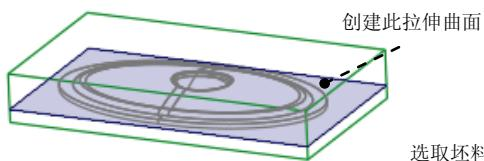
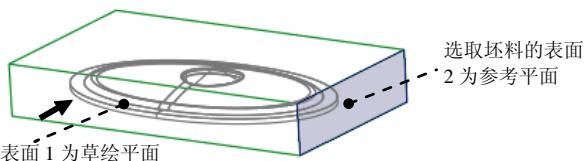

图 21.30 创建拉伸曲面
图 21.31 定义草绘平面
Step6. 通过“拉伸”的方法，创建图 21.30 所示的拉伸曲面。
(1) 取消坯料的遮蔽。
(2) 单击 **分型面** 功能选项卡 **形状** ▾ 区域中的  **拉伸** 按钮，此时系统弹出“拉伸”操控板。
(3) 定义草绘截面放置属性。右击，从系统弹出的菜单中选择 **定义内部草绘...** 命令；在系统 **选择一个平面或曲面以定义草绘平面...** 的提示下，选取图 21.31 所示的坯料表面 1 为草绘平面，接受图 21.31 中默认的箭头方向为草绘视图方向，然后选取图 21.31 所示的坯料表面 2 为参考平面，方向为 **右**。然后单击 **草绘** 按钮。